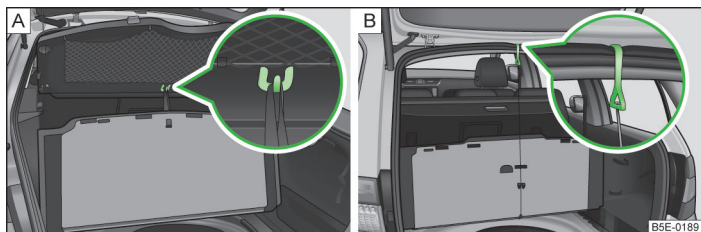

Fig. 85 Fissaggio del rivestimento del pianale: Octavia / Octavia Combi
- Octavia: con un cappio ad un gancio presente sulla cappelliera » fig. 85 - [A];
- Octavia Combi: con il gancio sul telaio del portellone bagagliaio » fig. 85 - [B].